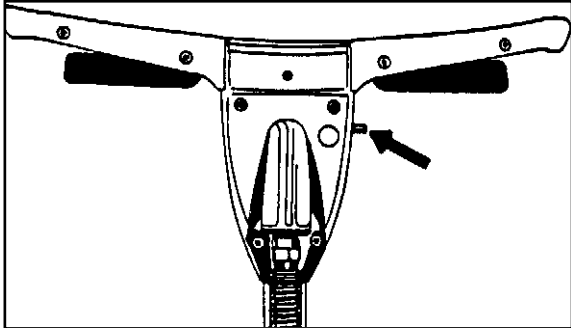

Figure 2
**The Interlock Switch.** See figure 2.
### BLOQUEO DEL INTERRUPTOR DE SEGURIDAD (Véase fig. 2)
### VERROUILLAGE DE L'INTERRUPTEUR DE SECURITE (Voir fig. 2)